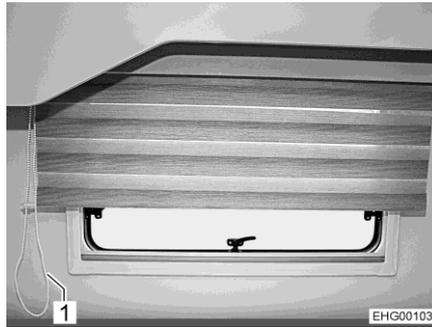

Bild 111 Vario-Rollo, Heckbereich
- Verdunkeln/Abschatten:** ■ An dem Strang der Ziehkette (Bild 111,1) ziehen, der das Vario-Rollo schließt, bis das Vario-Rollo in der gewünschten Stellung steht.
- Verdunklung aufheben:** ■ An dem Strang der Ziehkette (Bild 111,1) ziehen, der das Vario-Rollo öffnet, bis das Vario-Rollo in der gewünschten Stellung steht.